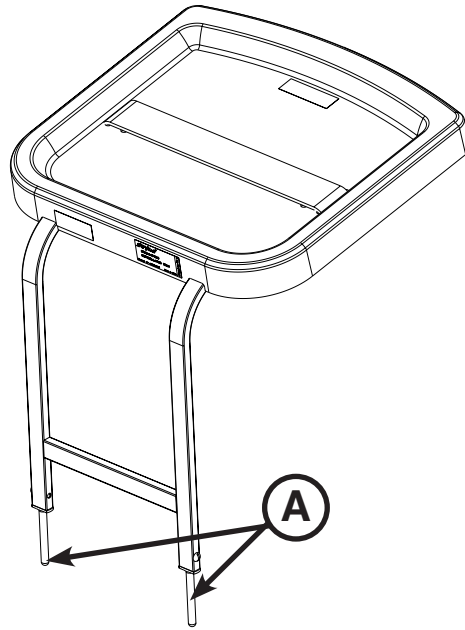

Figura 9.1 - Vassoio del defibrillatore
Per installare il vassoio del defibrillatore, inserire i perni (A) sul vassoio del defibrillatore nelle cavità della pedana sul lato piedi della barella, come illustrato nella Figura 9.1. Usare la fascetta per fissare l'apparecchiatura al vassoio.